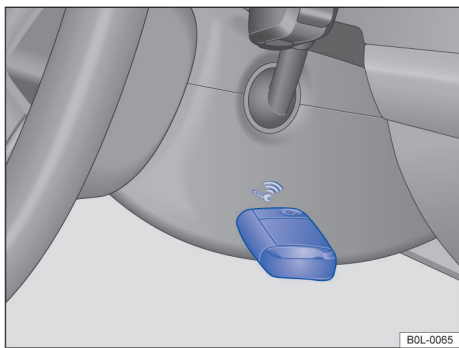

图 87 转向柱右侧：配备无钥匙闭锁/启动系统 Keyless Access（无钥匙进入系统）车辆上的应急启动功能
- 按压起动/停机按钮后，立即将车辆钥匙置于转向柱饰板右侧 → 图 87。